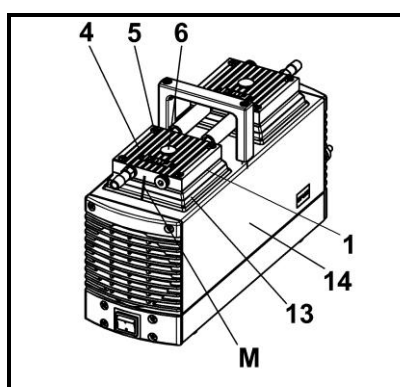

Fig. 12 : Démontez les têtes de pompe
1. Placer sur le corps les deux têtes de pompe reliées par le(s) raccordement(s) pneumatique(s) selon les repères (M).
- i** Veiller alors à ce que la plaque de protection (fig. 12/13) repose sur la tête de pompe sans être écrasée. Pour cela, faire passer avec précaution un petit tournevis entre la plaque de protection (13) et la tête de pompe.
- i** En cas de non alignement de la plaque de protection avec la culasse (1) et le couvercle de tête (4), la pompe n'atteindra pas le débit pneumatique nominal.
2. Sur les deux têtes de pompe, serrer à la main les vis (5) en quinconce (couple de serrage : 3 Nm).